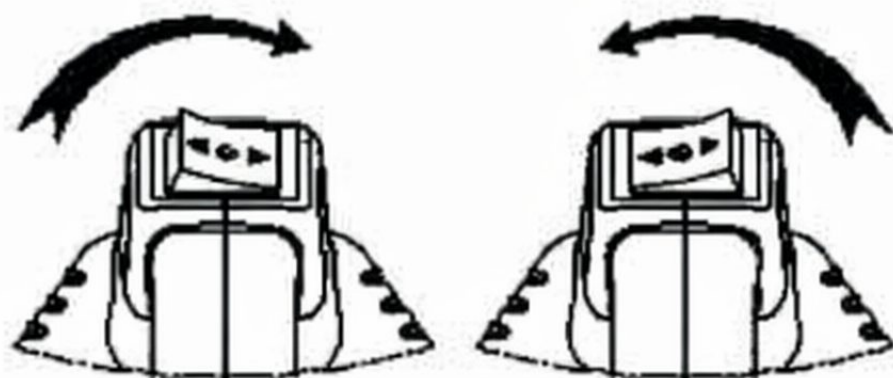

Abbildung 2
4. Stellen Sie die richtige Richtung zum Lösen oder Anziehen ein (siehe Abbildung 2).